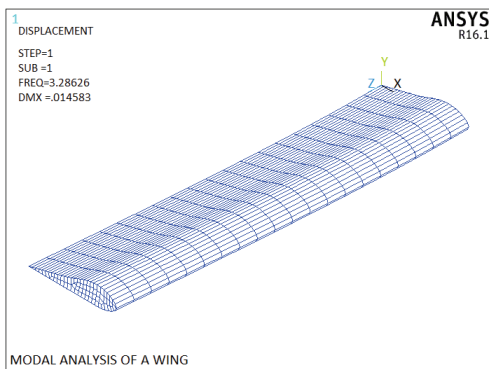

图 4-16 第 1 阶模态提取结果
2) 选择 Main Menu | General Postproc | Plot Results | Deformed Shape 命令, 出现 Plot Deformed Shape 对话框, 采用其默认设置, 单击 OK 按钮关闭该对话框, ANSYS 将显示提取的第 1 阶模态结果, 如图 4-16 所示。